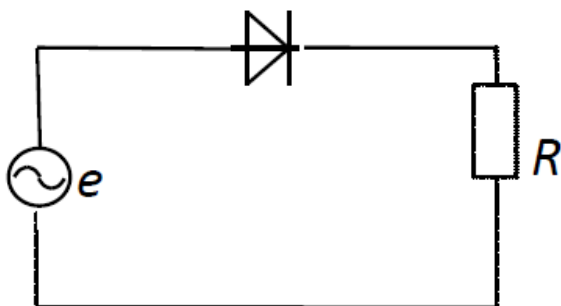

Рис.1
1. В схеме рис.1 $e = 16\sin(\omega t)$; $R=0,014\text{ кОм}$;
Рис.2 3. Трансформатор (потери пренебречь) включен в сеть с напряжением 220 В. Ток первичной обмотки трансформатора $I_1=1$ А. Определить мощность, выделяемую на сопротивлении $R_H=100$ Ом, включенного во вторичную обмотку трансформатора. 4.ВАРИАНТ №4 1. В схеме рис.1 $e = 16\sin(\omega t)$; $R=0,014$ кОм; Параметры схемы замещения диода: $r_i = 1$ Ом; $E_0=1$ В, Справочная величина обратного теплового тока диода $I_0=0,01$ А. Определить величину максимального значения падения напряжения на диоде в закрытом состоянии. Рис.1 2. В схеме рис.2 $E_k=15$ В; $R_k=10$ Ом; $R_b=200$ Ом; $\beta=50$, $E_{вх}=2$ В. Определить величину напряжения на сопротивлении R_k, если напряжение между базой и эмиттером открытого транзистора $U_{бэ}=1$ В.